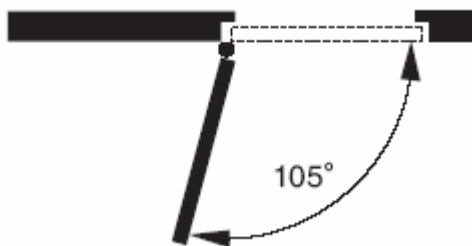

Рис. 10.
**Внимание!** При установке доводчика на двери шириной более 950 мм (усилие EN4) угол открывания двери ограничен 105° (Рис. 10).